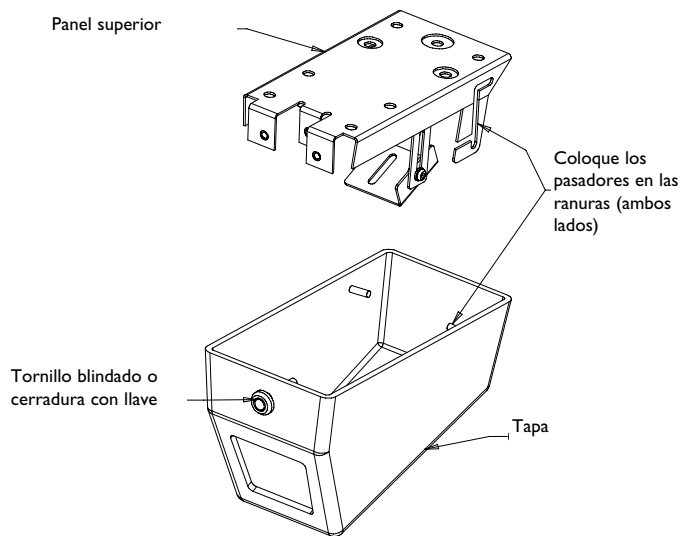

Figura 1: Extracción de la tapa
2. En los modelos LTC 9405/00 y 9405/03 necesitará utilizar la herramienta especial para desatornillar el tornillo blindado de la parte frontal de la tapa. Véase la figura 1.
En los modelos LTC 9405/01 y 9405/05 necesitará utilizar la llave para desatornillar la cerradura de la parte frontal de la tapa. Véase la figura 1.